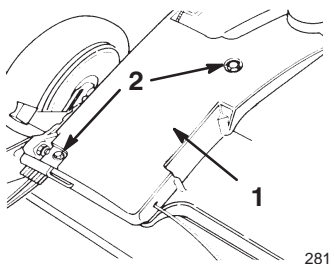

Figure 21
2. Déposez le couvercle (Fig. 21).
2. Enlevez les boulons qui fixent le couvercle de courroie au carter de la tondeuse (Fig. 21).